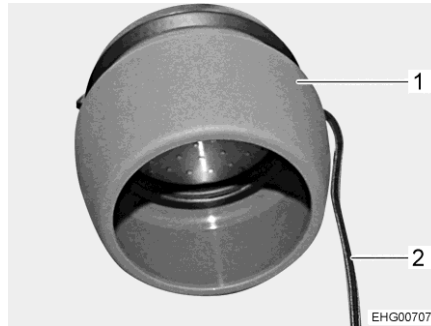
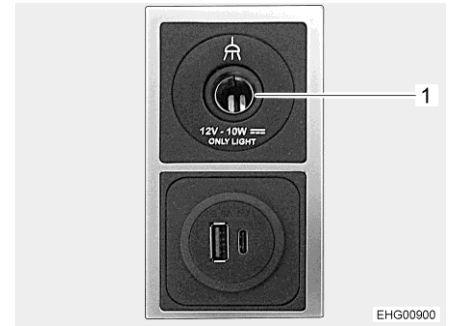

Fig. 74 Lámpara colgante
Fig. 75 Caja de enchufe de 12 V y puertos USB
- Instalar la lámpara colgante (Fig. 74,1) en el lugar deseado.
- Conectar el cable (Fig. 74,2) de la lámpara colgante en la caja de enchufe de 12 V más cercana (Fig. 75,1).